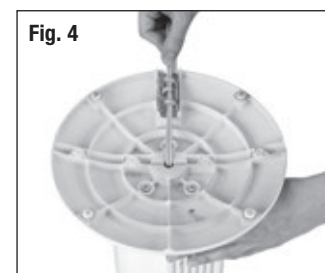

Fig. 4
- Tirer doucement sur le cordon d'alimentation pour qu'il soit tendu et l'insérer solidement dans la rainure de fixation (Fig. 4).